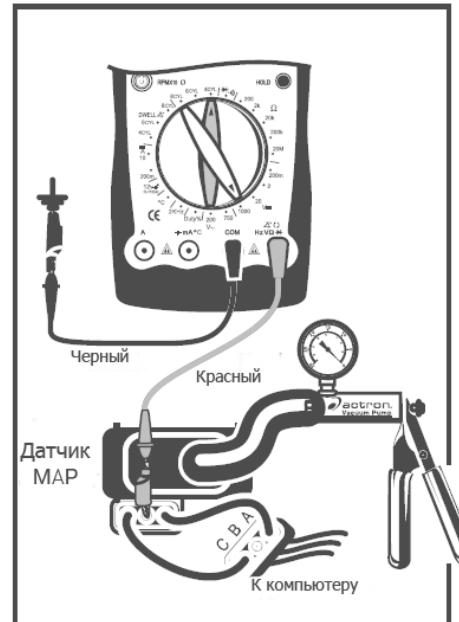

Рис. 24
- (1) Аналогично описанию измерения сопротивлений.
- (2) Подключите красный и черный тестовые щупы мультиметра соответственно к сигнальной клемме и клемме заземления. значение обычно должно быть между 3В и 5В. Обратитесь к различным автомобильным сервисным руководствам для определения положения и сопротивления датчиков
4. Датчик абсолютного давления в коллекторе (MAP) и атмосферного давления (См. рис. 24)
- (1) Подключите датчик расхода воздуха (выдающий постоянное напряжение), как описано в методике измерения постоянного напряжения, и установите поворотный переключатель в положение **20VDC**.
- (2) Подключите датчик расхода воздуха частотного типа, как указано в методике измерения частоты вращения, и выберите количество цилиндров в двигателе автомобиля.
- (3) Для примера возьмем 4 цилиндра. Подключите черный тестовый щуп мультиметра к клемме заземления, а красный тестовый щуп как показано на рис. 24.
- (4) Поверните ключ зажигания, но не запускайте двигатель.
- (5) Отображаемые значения: